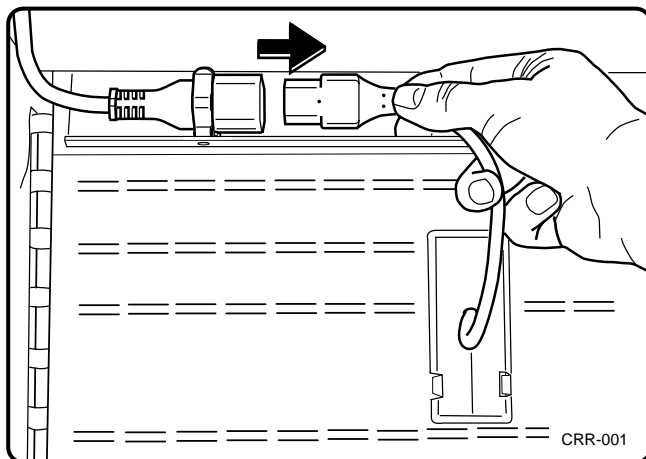

Fig. 1
- En las planchas con iluminación, debe separar la conexión (véase la fig. 1).
- No caso de superfícies de exposição com iluminação da vitrina, desligue a tomada de ligação (ver fig. 1).
- Bij legborden met legbordverlichting steker losmaken (zie afb. 1).